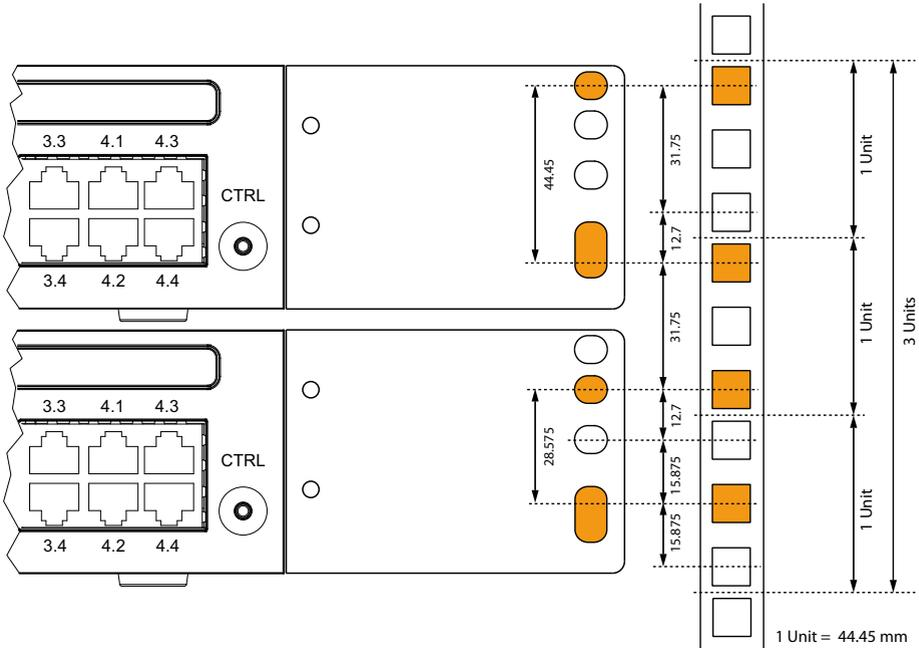

Fig. 16 Colocación de dos servidores de comunicaciones apilados en un armario de 19"
- Los orificios en las placas de montaje permite colocar dos servidores de comunicaciones uno encima del otro con un requisito total de espacio de tres unidades. Para ello se utilizan diferentes orificios en las placas de montaje (ver Fig. 16).
8. Coloque las tuercas hexagonales en las posiciones adecuadas en los raíles de ajuste del armario (ver Fig. 16).